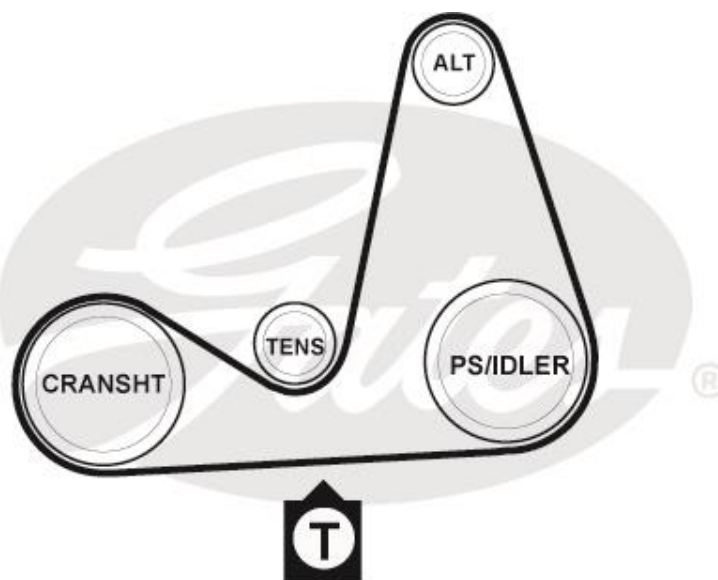

Рис. 1
8. Натяжение ремня: этот ремень должен быть натянут с большим усилием (используйте инструмент Mot.1638, оригинальный номер 0000163800), чем оригинальный ремень привода. Измерение натяжения нужно производить в нижней части привода между коленвалом и насосом усилителя руля (или направляющим роликом для автомобилей без усилитель руля) (рис.1).